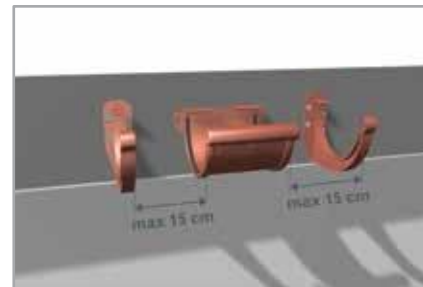

Fig. 12
- 4.5 Installeer een connector op plaatsen waar twee goten zijn aangesloten (Fig. 12)